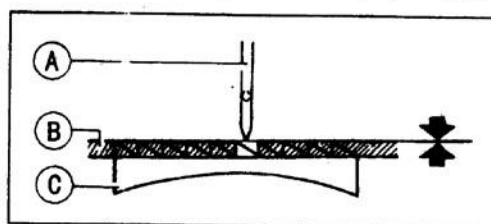

Fig. 26
20. Согласование движения подачи ткани с движением иглы (рис. 26, 27, 28)
Стандартное согласование движения подачи ткани с движением иглы состоит в том, чтобы верх подающей планки (С) находился на одном уровне с поверхностью игольной пластины (В), когда наконечник иглы (А) достигнет поверхности игольной пластины (В). См. рисунок 26.